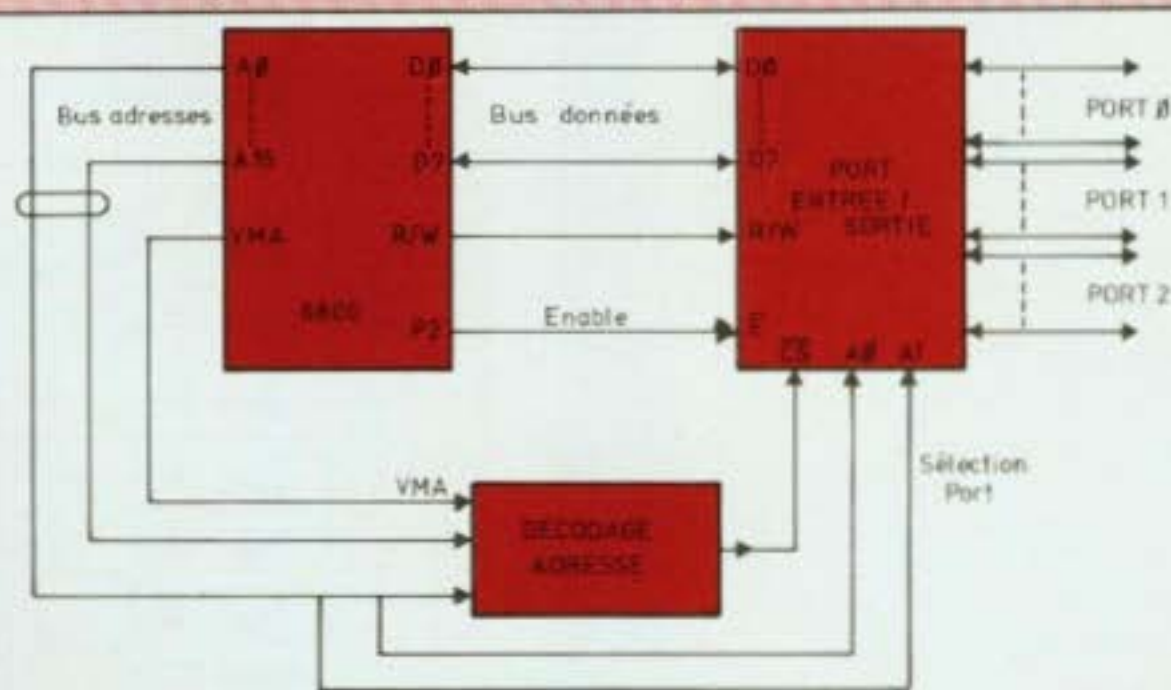

Fig. 1. Liaison microprocesseur 6800 entrées sorties parallèles.
**A**vant de définir les opérations de base pour réaliser un échange d'informations entre le bus de données d'un microprocesseur et un circuit extérieur, il nous faut diviser les nombreux microprocesseurs existant en deux familles distinctes. La famille 6800 (6802, 6809, 6502...) Motorola, Rockwell, qui ne comporte pas d'instruction spécifique d'entrées sorties et la famille 8080 (8085, Z80, NSC 800) Intel, Zilog, National qui elle, grâce à des signaux de contrôle, permet de différencier une entrée sortie d'un accès mémoire. Prenons l'exemple d'un microprocesseur 6800, lorsqu'on désire relier un périphérique quelconque au bus de données on devra implanter celui-ci comme une mémoire. La figure 1 donne le schéma simplifié d'une liaison 6800 à un port d'entrées-sorties (pour l'instant on supposera qu'un port d'entrées sorties est un interface qui permet de rendre compatible un circuit extérieur avec le bus de données d'un microprocesseur).